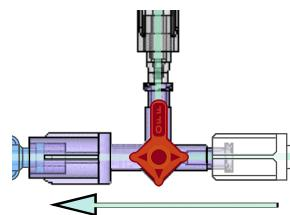

Figura 6: Irrigazione con soluzione fisiologica (risparmi OFF)
- a. In caso di irrigazione con soluzione fisiologica, portare il rubinetto del sistema DyeVert Power XT con OFF verso il *rubinetto per la selezione delle valvole* (vedere la Figura 6).